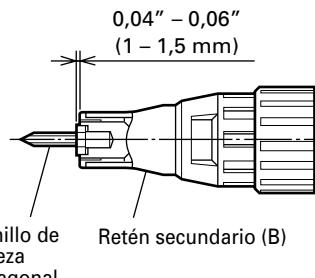

Fig. 4
### (1) Para tornillos de cabeza hexagonal (Fig. 4)